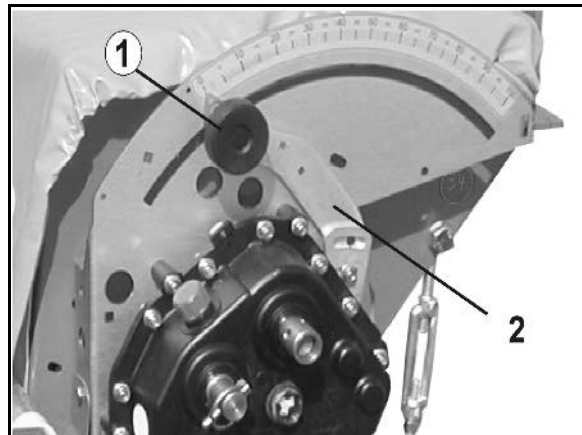

Fig. 34
1. Lossa låsratten (Fig. 34/1) för transmissionens inställningsspak.
2. Förflytta visaren på inställningsspaken för transmissionen (Fig. 34/2) motsvarande önskad inställning för transmissionen.
3. Dra åt låsratten (Fig. 34/1).